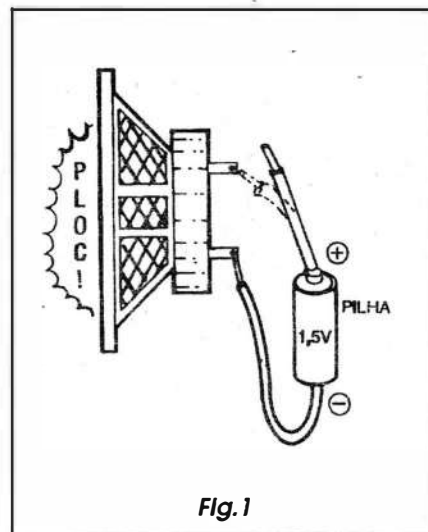

Fig.1
- FIG. 1 - UM TESTE SIMPLES PARA ALTO-FALANTES... - Apesar da sua enorme e óbvia importância enquanto transdutor final, no sentido eletricidade/som, os alto-falantes não são suficientemente conhecidos, às vezes até por técnicos, que normalmente desprezam tais componentes no que diz respeito aos necessários dados, parâmetros, características eletro-mecânicas, possibilidades de defeitos e de reparos, etc. Existem, é claro, instrumentos de laboratório, específicos para o teste preciso e completo de alto-falantes... Entretanto, na maioria dos casos, uma análise eletro-mecânica simples e direta, poderá nos dar importantes subsídios quanto ao estado do componente...! A mais simples dessas verificações pode ser feita conforme mostra o diagrama, com o auxílio de uma única pilhazinha de 1,5V (pode até já estar meio gasta, já que mesmo sob tensões menores do que 1,5V o teste resultará...), mais dois pedacinhos de fio condutor... Tudo se resume em ligar, momentaneamente, os polos da dita pilha aos terminais do alto-falante... Este deverá emitir um nítido *PLÓC*... um som seco e curto, a cada toque do fio nos seus terminais... Embora elementar, o teste dá algumas importantes informações quanto ao falante: mostra que mecanicamente o componente está funcional, indicando que tanto o movimento da bobina interna, quanto do cone a ela solidário, estão se dando sem
instrumento destes, poderá realizar um teste já um pouco mais elaborado e... técnico no alto-falante: inicialmente *chaveia-se* o instrumento para medição de RESISTÊNCIA, com leitura em sua faixa mais baixa (colocando provisoriamente as pontas de prova em *curto*, *zera-se* cuidadosamente a leitura, através do *knob* normalmente existente no multímetro, para tal função...); em seguida, aplica-se as pontas de medição do multímetro aos terminais do falante... Um alto-falante eletricamente em **bom** estado, fará com que o ponteiro do instrumento saia do *zero*, indicando um valor qualquer (bastante baixo, mas *existente*...), normalmente entre 2 e 8 ohms. Se o ponteiro do multímetro ficar no seu encosto da esquerda (resistência *infinita*...) a bobina do falante estará *aberta*... Já se o ponteiro deslocar-se para a extrema direita da escala (resistência *zero*...), a bobina do alto-falante estará em *curto*... Uma vantagem desse teste, mais técnico, é nos dar alguma informação comparativa quanto à impedância do alto-falante, dado que não se pode obter com a verificação mais elementar, feita com a pilha, nos conformes da FIG. 1... Sobre esse *negócio* de impedância, falaremos com algum detalhe, mais à frente...